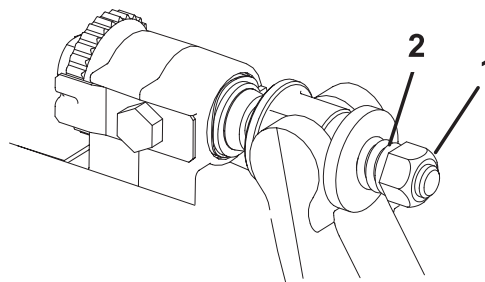

Bild 24
3. Ziehen Sie die Federspannungsmutter an, bis die Feder zusammengedrückt ist, drehen Sie sie dann eine 1/2 Umdrehung heraus (Bild 24).